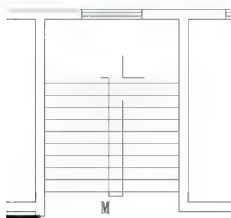

图 2.102 绘制矩形的左下角点
① 在指定第一个角点或 [倒角(C)/标高(E)/圆角(F)/厚度(T)/宽度(W)]: 提示下, 输入 “@-80, 110” 后按 Enter 键, 表示把矩形的左下角点绘制在刚才定义的相对坐标基本点偏左 80、偏下 110 处, 如图 2.102 所示。